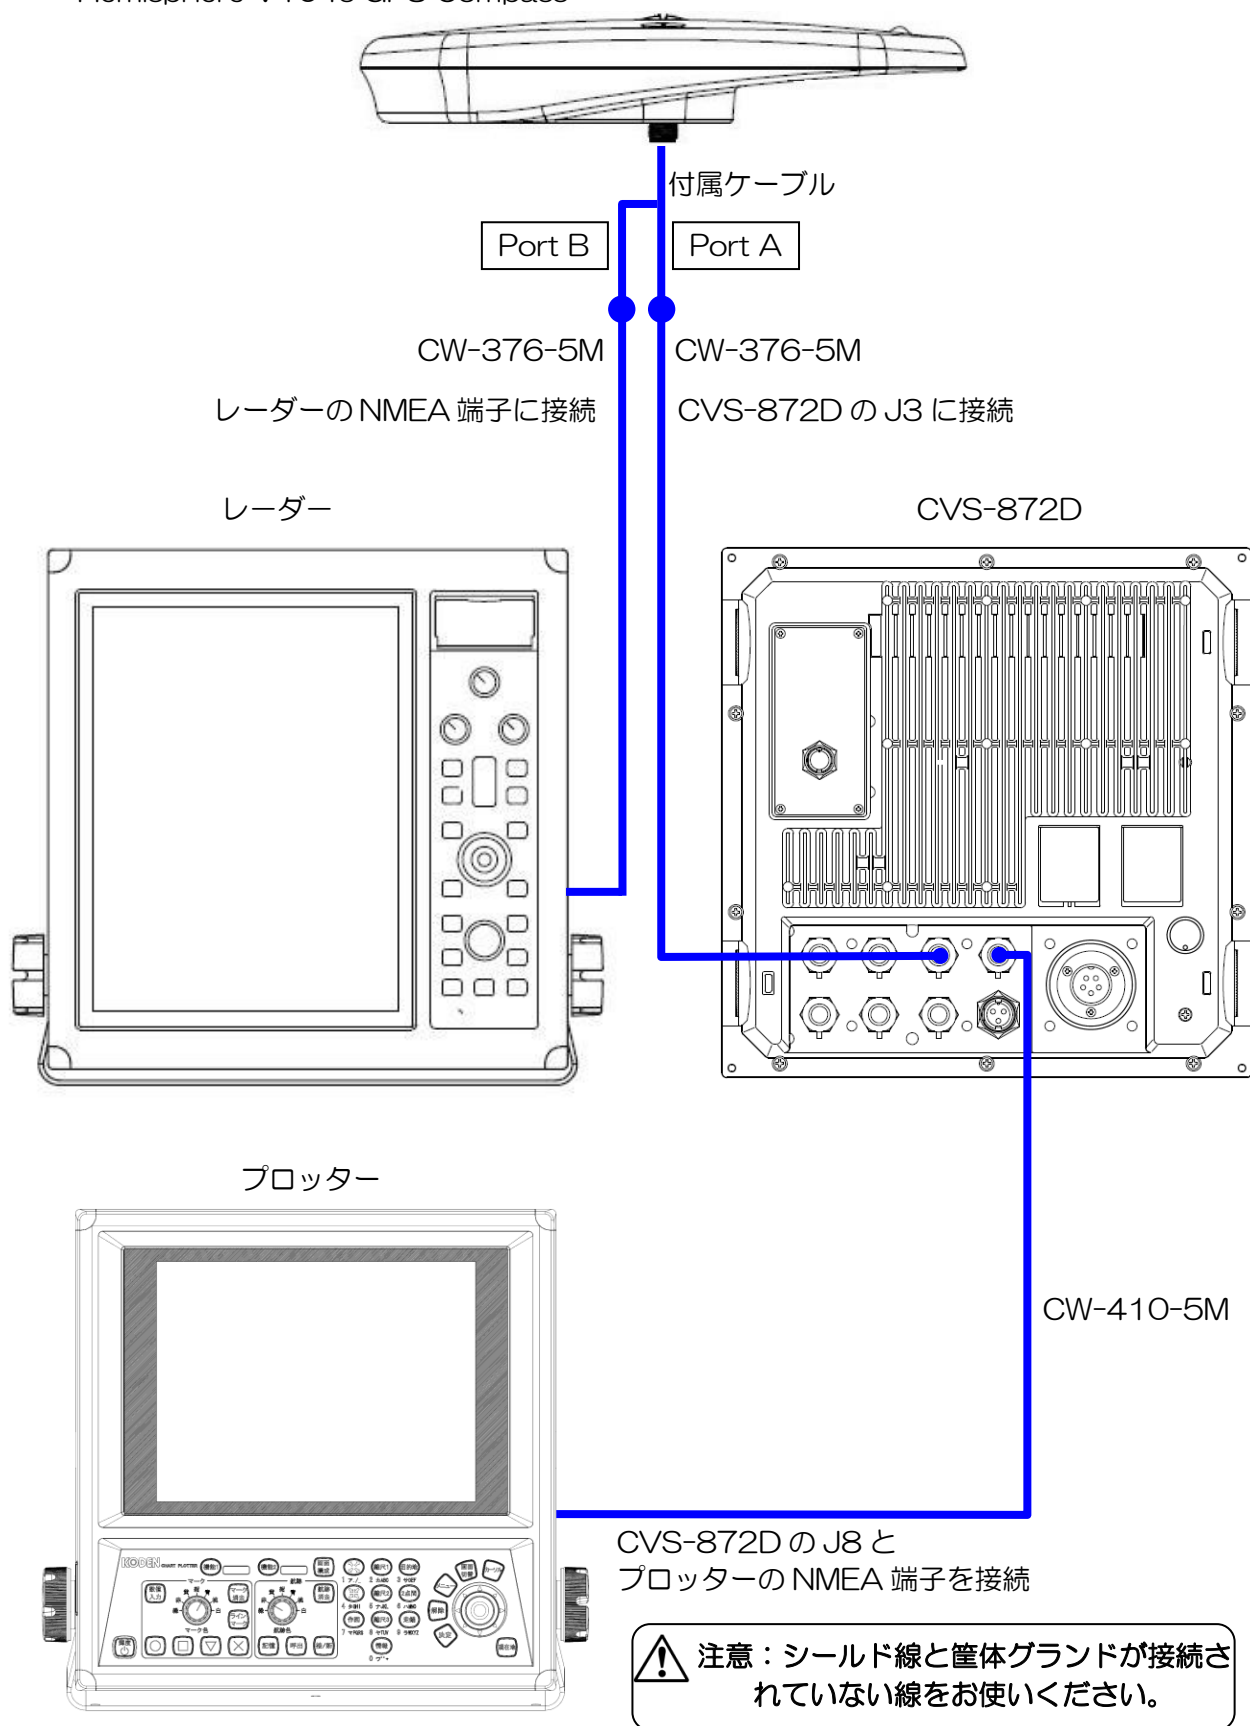
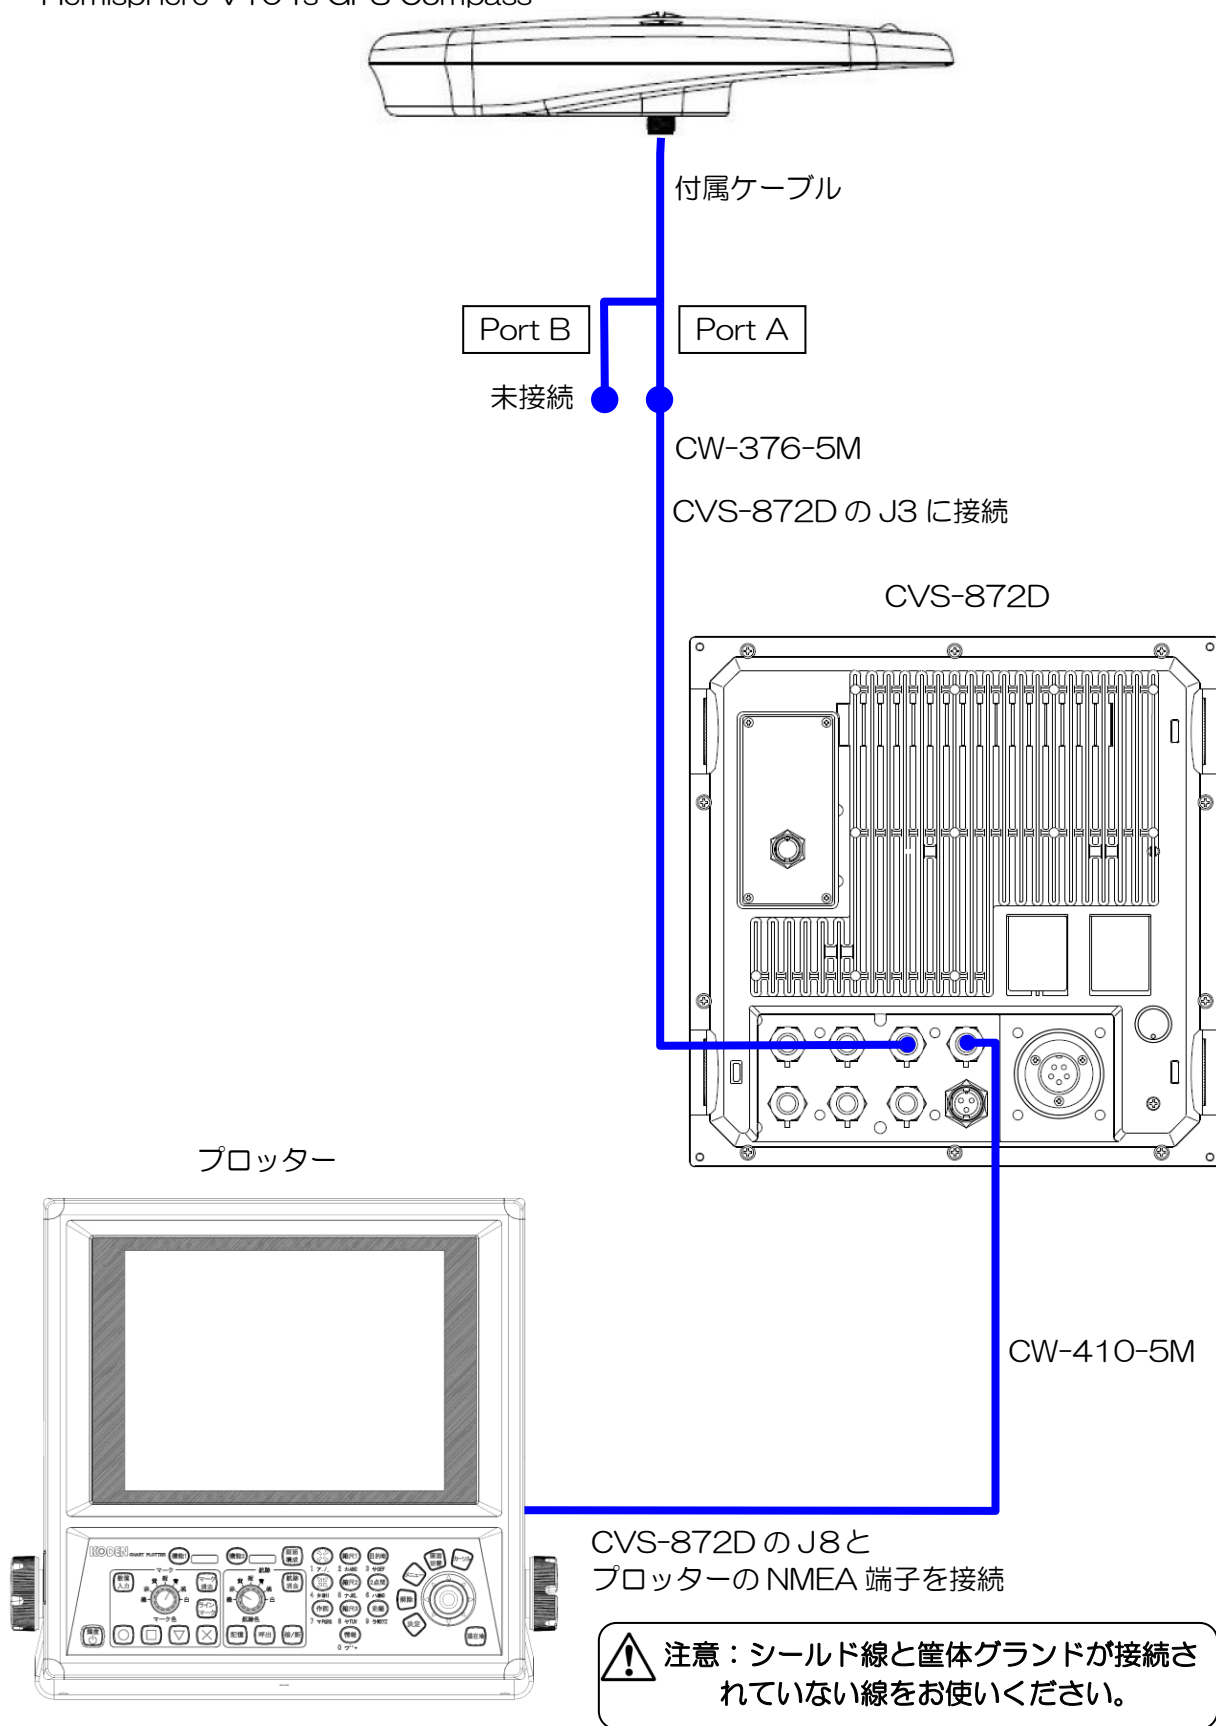

図 1.55 総合接続図 4
図 1.57 総合接続図 6
3) レーダーにも接続し GPS コンパスとして接続する場合は、Port B と半田付けが終了した CW-376-5M をレーダーの NMEA 端子へ接続してください。（図 1.55 総合接続図 4 参照）
それ以外の場合は PortB との接続の必要はありません。（図 1.57 総合接続図 6 参照）
4) 図 1.55 総合接続図 4～図 1.57 総合接続図 6 を参照して、CVS-872D の J8 端子と NMEA で通信する他の機器を接続してください。